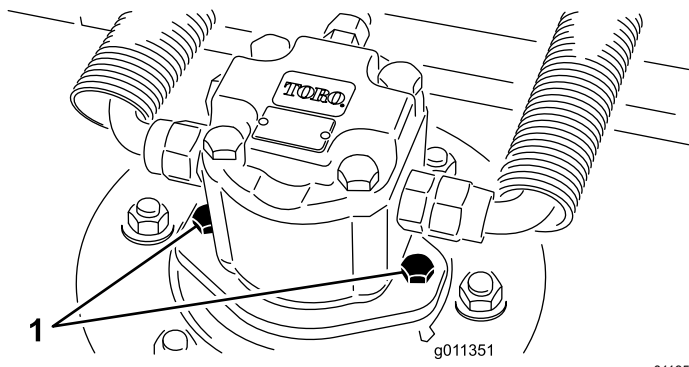

Figura 70
2. Desconecte el motor hidráulico y retírelo de la carcasa (Figura 70). Tape la parte superior del eje para evitar la contaminación.
3. Instale el motor hidráulico en la carcasa (Figura 70). Asegúrese de que la junta tórica está correctamente colocada y que no está dañada.